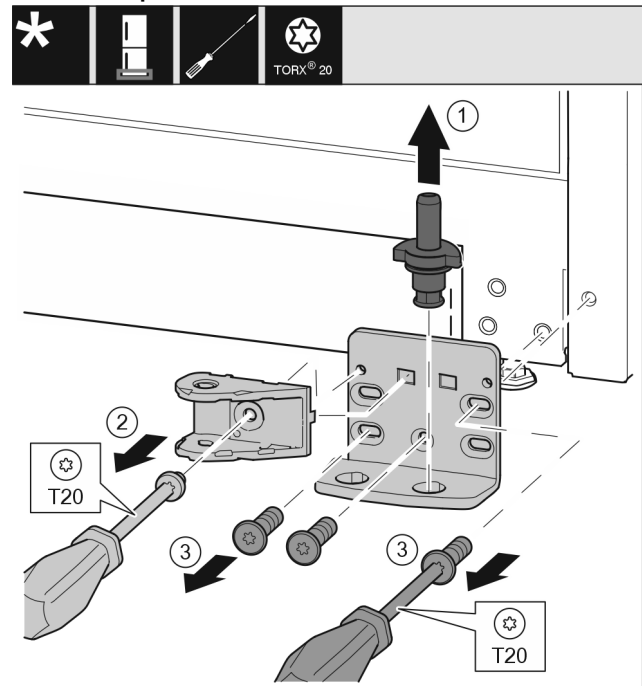

Fig. 34 *
- ▶ Extrageți complet bolțul de lagăr în sus. Fig. 34 (1)*
- ▶ Extrageți prin rotire șuruburile cu șurubelnița T20 și detașați îmbinarea amortizorului de închidere. Fig. 34 (2)
- ▶ Extrageți prin rotire și detașați șuruburile cu șurubelnița T20. Fig. 34 (3)*